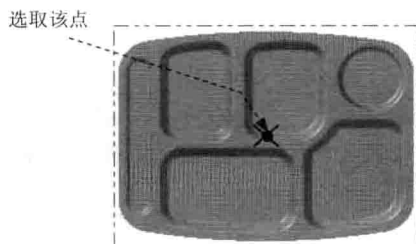
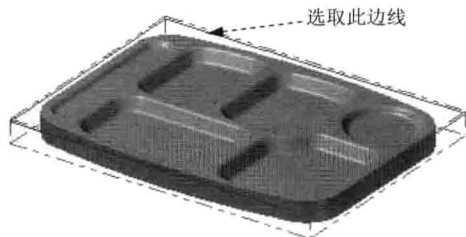

图 1.4 定义基准点
图 1.5 绘制矩形边界
Step1. 绘制矩形边界。单击俯视图 按钮，选择 绘图(C) 矩形(R)... 命令，系统弹出“矩形”工具栏；确认“矩形”工具栏中的 按钮被按下，选取图 1.4 所示的坐标原点，然后在 后的文本框中输入值 360，在 后的文本框中输入值 270，按 Enter 键。单击 按钮，完成矩形边界的绘制，结果如图 1.5 所示。
(2) 设置加工边界。在 Containment boundary 区域中单击 按钮，系统弹出“串连选项”对话框；在图形区中选取图 1.5 所绘制的边线。单击 按钮，系统返回至“刀具路径的